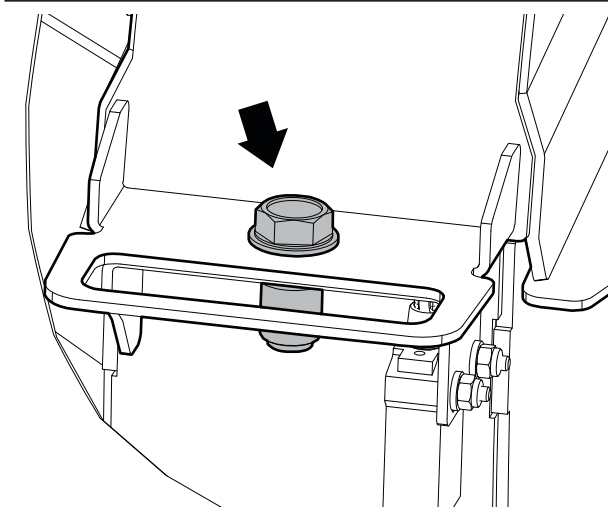

Fig. 22 – Attache du boîtier supérieur du rotor
2. Retirez la fixation du boîtier supérieur du rotor, puis ouvrez celui-ci. Voir Fig. 22.
9. Installez l'attache du boîtier supérieur du rotor. Voir Fig. 22. Utilisez une clé dynamométrique étalonnée pour serrer l'attache à **110 Nm (80 lbf/pi)**.
2. Enlevez l'attache du boîtier supérieur du rotor. Consultez la Fig. 22 à la page 39.
5. Installez l'attache du boîtier supérieur du rotor. Consultez la Fig. 22 à la page 39.